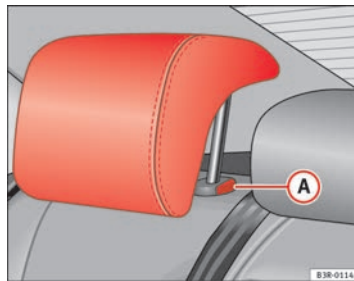

Fig. 113 Plazas laterales del asiento trasero: Apoyacabezas
- Oprima el botón **A** ⇒ página 148, fig. 113 y descienda el apoyacabezas.
- Apriete la tecla **A** ⇒ página 148, fig. 113 y, al mismo tiempo, extraiga el apoyacabezas.